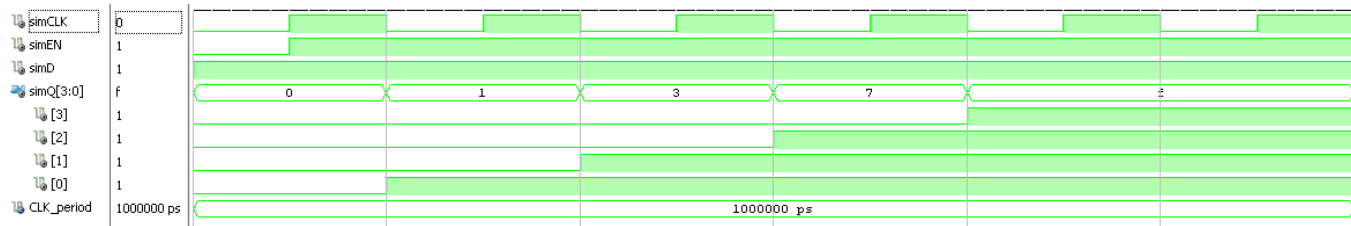

Abb. 5: Registerbetrieb mit Logisch 1 (high) am Dateneingang
- Frage 1: Interpretiere den Takt 5 im oben angeführten Zeitdiagramm (Abb. 5)**